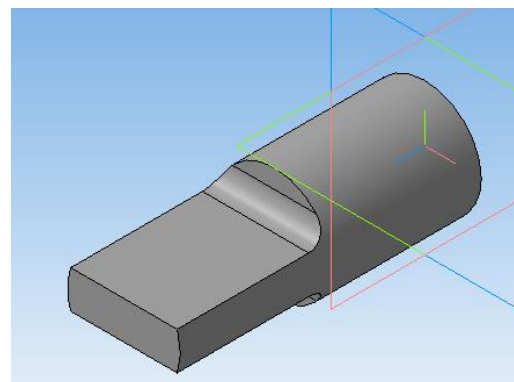

Рисунок 44.
14. Через панель инструментов *Вид* верните отображение *Полутонное с каркасом* (рисунок 44).